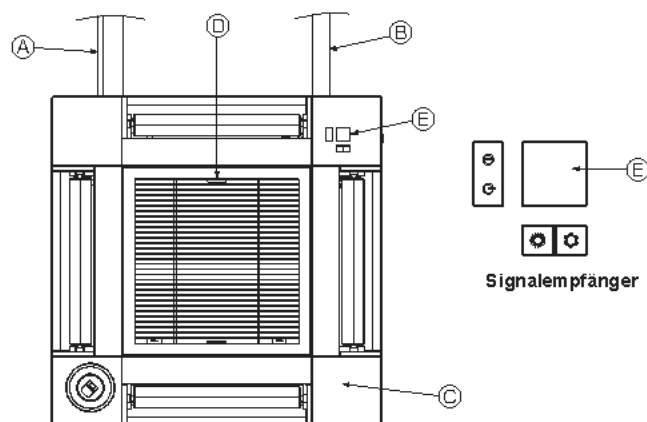

Fig. 10-17
10.5. Installieren des Ansauggitters (Fig. 10-17)